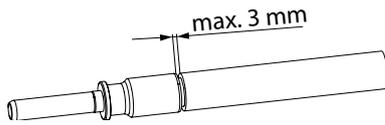

Abb. 5:
2. Darauf achten, dass der Spalt zwischen Isolierung und Kontakt nicht mehr als 3 mm beträgt (**Abb. 5**).